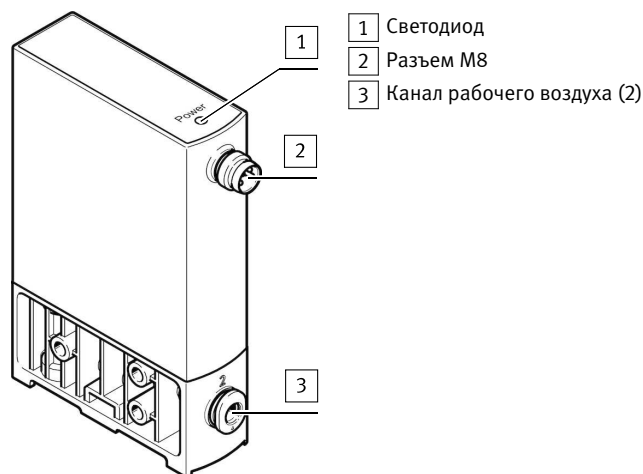

Fig. 2 Вид спереди
- канал рабочего воздуха (2) ➔ Fig.2.
- Установите в канал питания (1) глушитель, чтобы защитить регулятор от крупных частиц грязи ➔ Fig.2.